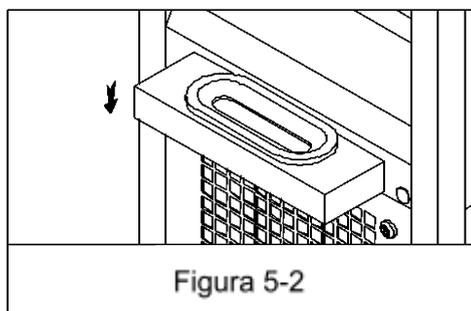

Figura 5-2
1. Instalar la bandeja de goteo (figura 5-2).